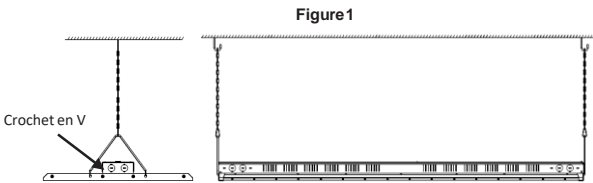

Figure1
- Installer en utilisant la chaîne et les crochets en V inclus (voir Fig. 1)